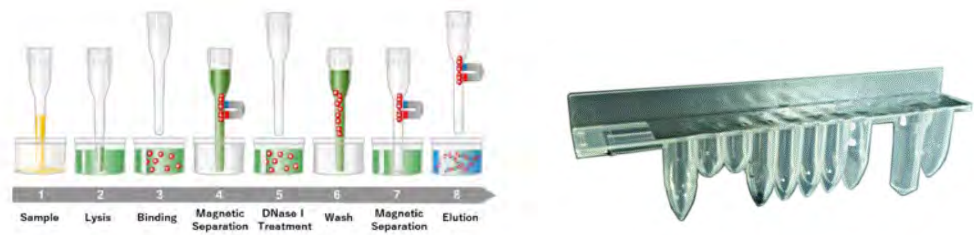

Abbildung 1.5: Prinzip der RNA-Extraktion und ELITE InGenius SP RNA Extraktionskassette
- Das Reagenzset wurde für die Isolierung von Nukleinsäuren aus 0,2-ml-Proben optimiert. (Abbildung 1.5: ELITE InGenius – SP RNA Extraktionskassette und Extraktionsprinzip)